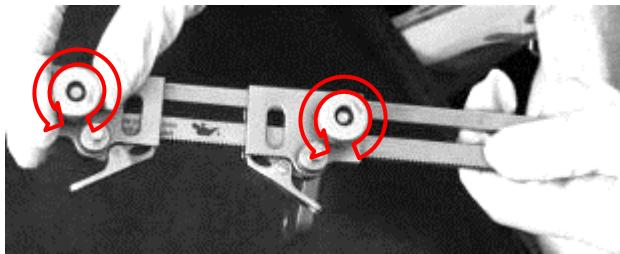

Abb. 12a
9. Zunächst sind beide Muttern zu lösen (Abb. 12a). Dann den kaudalen Arm des IMA-Spreizers mit dem IMA-Gegenblatt (z. B. MQF-1) verbinden (Abb. 12b und 12c). Im Anschluss den kranialen Arm (siehe Tabelle 1, 1a) mit dem IMA-Blatt verbinden (Abb. 12d).